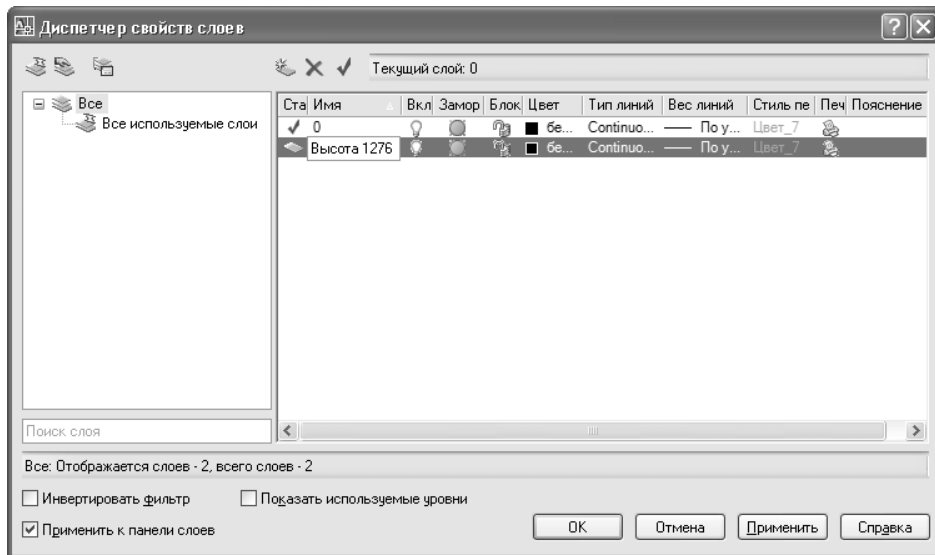

Рис. 6.4 ▼ Новому слою присвоено имя **Высота 1276**
- Введите **Высота 1276**. Название **Слой1 (Layer1)** изменится на **Высота 1276** и по-прежнему будет выделено (рис. 6.4).